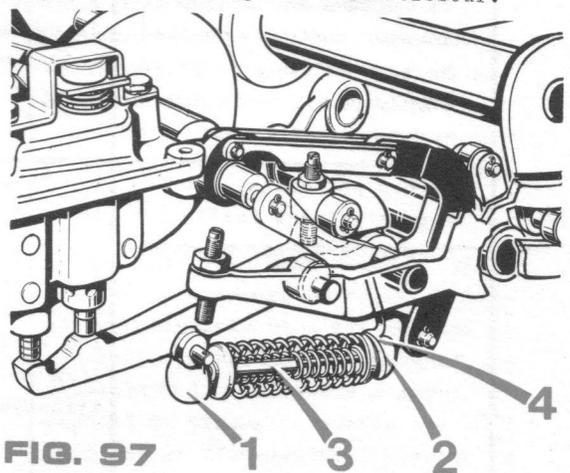

FIG. 97
DETAIL DE L'OPERATION a-5 (GUIDE DE DETECTION DES PANNES) (FIG.97)
Dans ces conditions normales de fonctionnement la rotule (1) portant le tube (3) dans lequel peut coulisser l'axe de l'autre rotule doit être montée dans le sens représenté sur la figure 97, c'est-à-dire vers l'avant du tracteur.